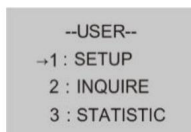

Figure 6.3 Menu principal
**principal** Appuyez sur la touche ESC pour accéder au menu principal et il y a trois sous-menus dans le menu principal (voir Figure 6.3)